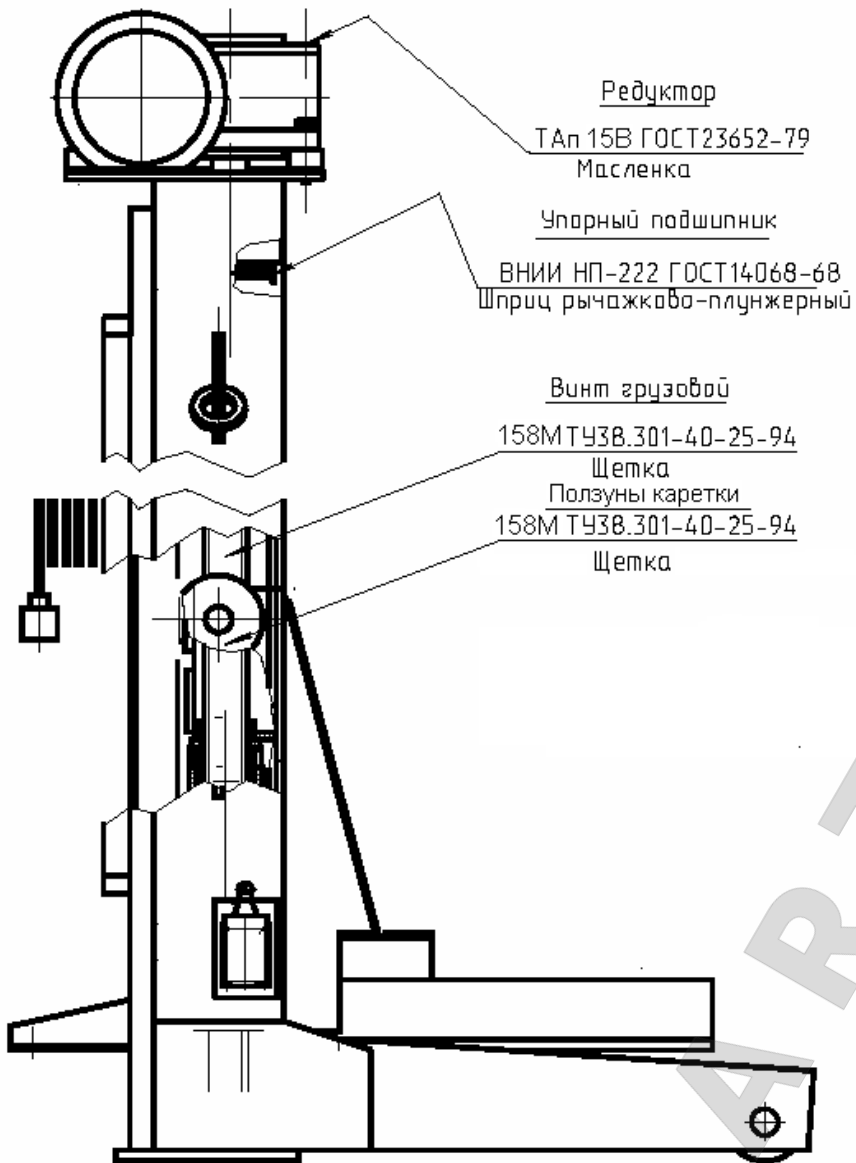

Рис. 6. Карта смазки стойки подъемника ПП-30
6.2.2 Для ревизии состояния смазки трущихся деталей (см. карту смазки на Рис. 6), в каждой стойке необходимо: